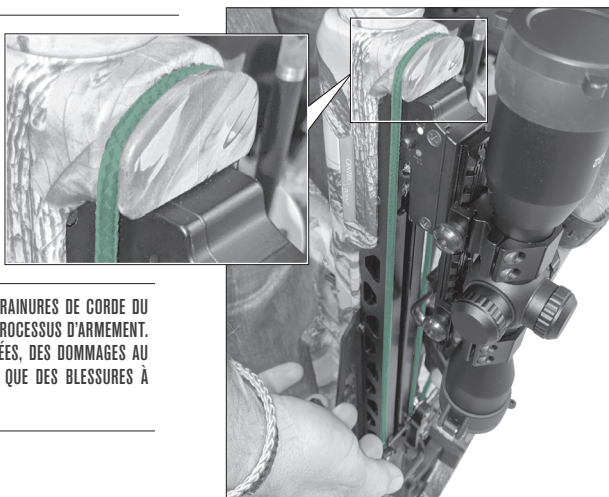

FIGURE 16
2. Placez le centre de la corde d'armement dans la rainure de corde (Fig. 16).
ATTENTION: S'ASSURER QUE LA CORDE EST LOGÉE DANS LA RAINURE DE LA CORDE SUR LA CROSSE COMME ILLUSTRÉ À LA FIGURE 16. S'ASSURER QUE LA CORDE EST PARALLÈLE AU RAIL ET QU'ELLE EST ACHÉMINÉE SANS OBSTACLE DE LA RAINURE DE LA CORDE JUSQU'À LA POULIE SUR LE TRÂNEAU. SI LA CORDE N'EST PAS ACHÉMINÉE SANS OBSTACLE, DES DOMMAGES AU TRÂNEAU OU À L'ARBALÈTE PEUVENT SURVENIR AINSI QUE DES BLESSURES À L'UTILISATEUR